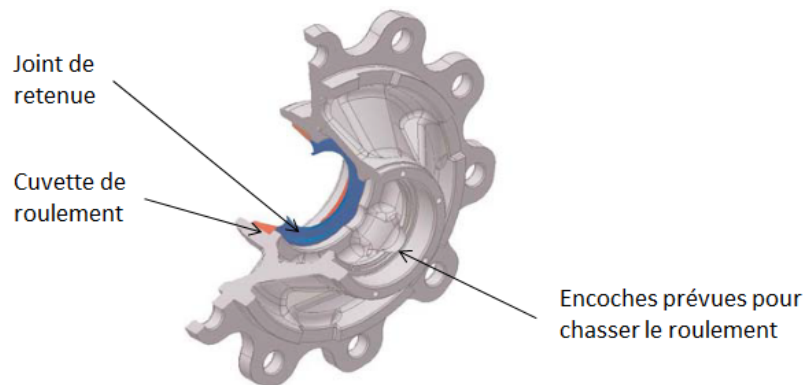

Figure 50 — Bague extérieure de roulement (cuvette)
2. Démontez les bagues extérieures des roulements, aussi appelées cuvettes, qui se trouvent à l'intérieur du moyeu (Figure 50).